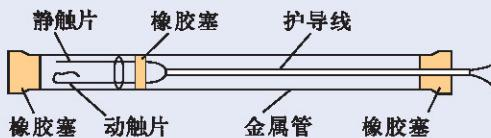

图3-2-7 感温管结构
(1) 感温开关的制作:取出废旧日光灯启动器中的动静触片,将它插入刚刚停止沸腾的水中,用镊子调整动静触片使两者刚好接触,然后取出吹干或烘干.找一根废旧电视机或收音机的拉杆天线,将它全部拉出后,用钳子把第一节管的根部夹断,取出完整的第二节管作感温开关管.找三个橡胶塞,把启动器的动静触片安装固定在管内(要密封),如图3-2-7所示.
(2) 安装方法:找一只外壳(如废旧门铃或袖珍收音机的外壳),将线路板和扬声器固定在其内部,感温管的一端插入并固定在外壳内,另一端(安装触片的一端)伸出外面.